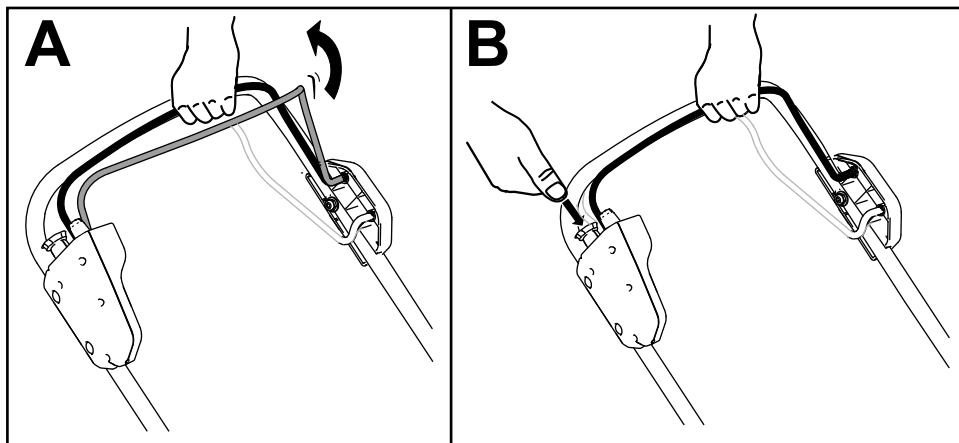

Figure 13
2. Serrez et maintenez la barre de commande de la lame contre le guidon (C de Figure 13).
3. Maintenez le bouton de démarrage électrique enfoncé jusqu'à ce que le moteur démarre (B de Figure 13).